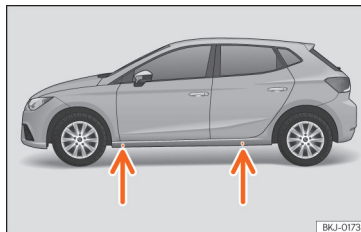

Fig. 191 Pontos de apoio do macaco.
- Procure na longarina a marca do ponto de apoio do macaco (zona afundada) mais próximo da roda a substituir » Fig. 191.